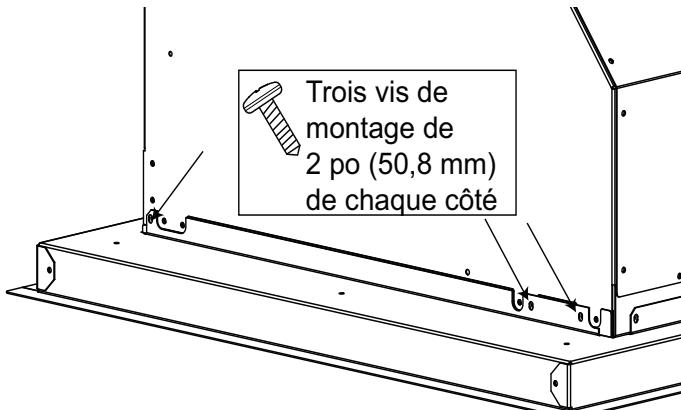

Figure 3 : Fixation des côtés du revêtement protecteur
3. Fixez-le en place à l'aide de dix-huit (18) vis de  $\frac{1}{2}$  po (12,7 mm), comme illustré sur la *Figure 3* et la *Figure 4*.